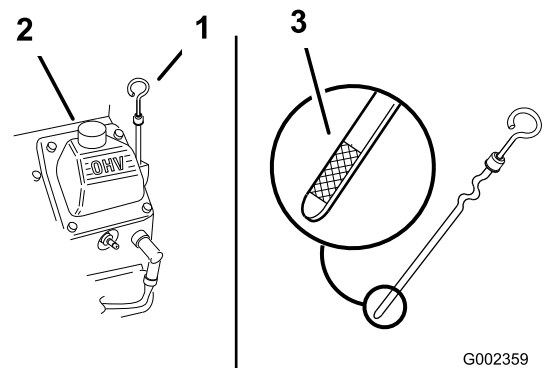

Figura 17
2. Pulite attorno all'asta di livello (Figura 17) in modo che la morchia non possa penetrare nel foro di rifornimento e danneggiare il motore.
3. Togliete l'asta di livello, asciugatela e reinseritela a fondo (Figura 17).
Il livello dell'olio deve raggiungere la tacca di pieno sull'estremità metallica dell'asta (Figura 17).
5. Se il livello dell'olio non raggiunge la tacca di pieno, togliete il tappo del tubo di riempimento (Figura 17) e rabboccate con olio fino a portarlo alla tacca di pieno sull'asta di livello. **Non riempite troppo.**